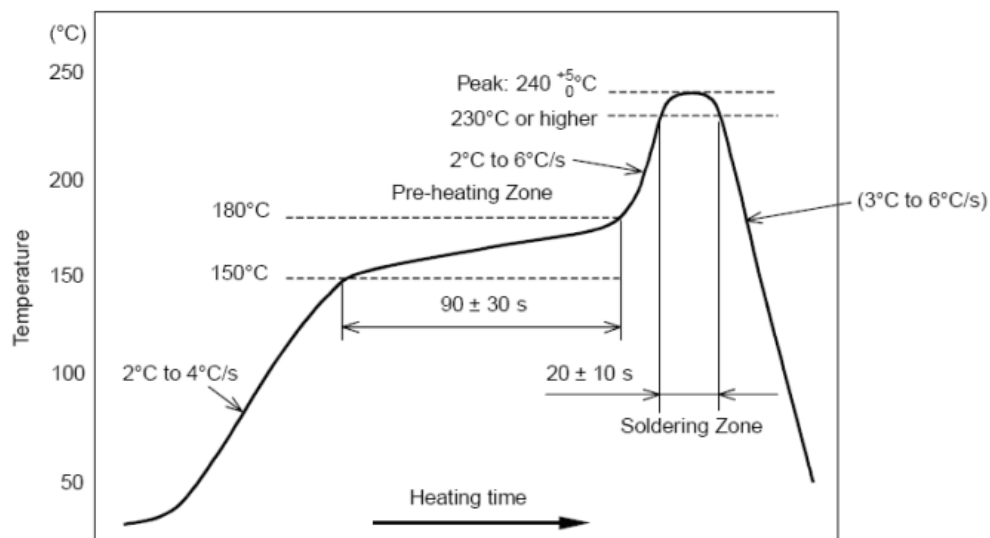

图 8. 部件的焊接耐热性温度曲线(焊接点)
- 2、允许回流焊次数：2 次，基于以下回流焊(条件)(见图 8)；
- 3、温度曲线：回流焊应按照下列温度曲线(见图 8)；